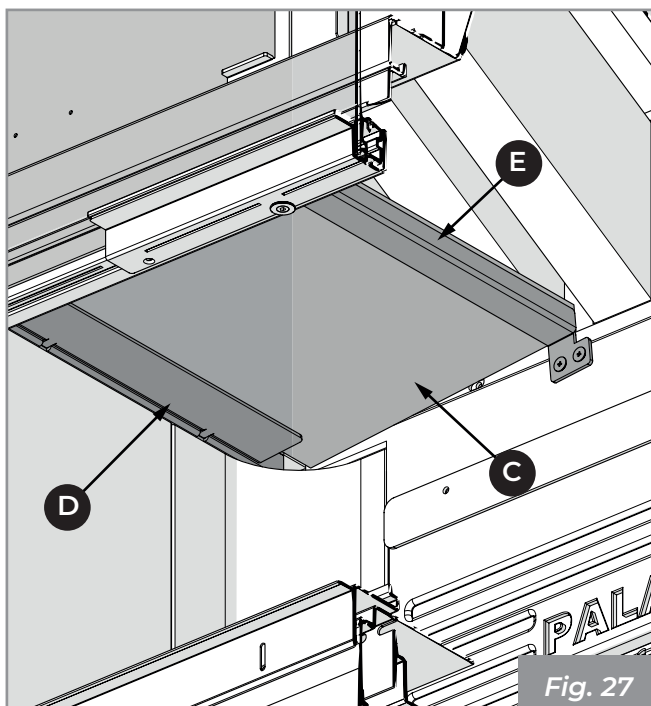

Fig. 27
- 2) Enfiler le déflecteur inférieur (C) et le positionner en le posant sur les supports (D et E) (Fig. 27).